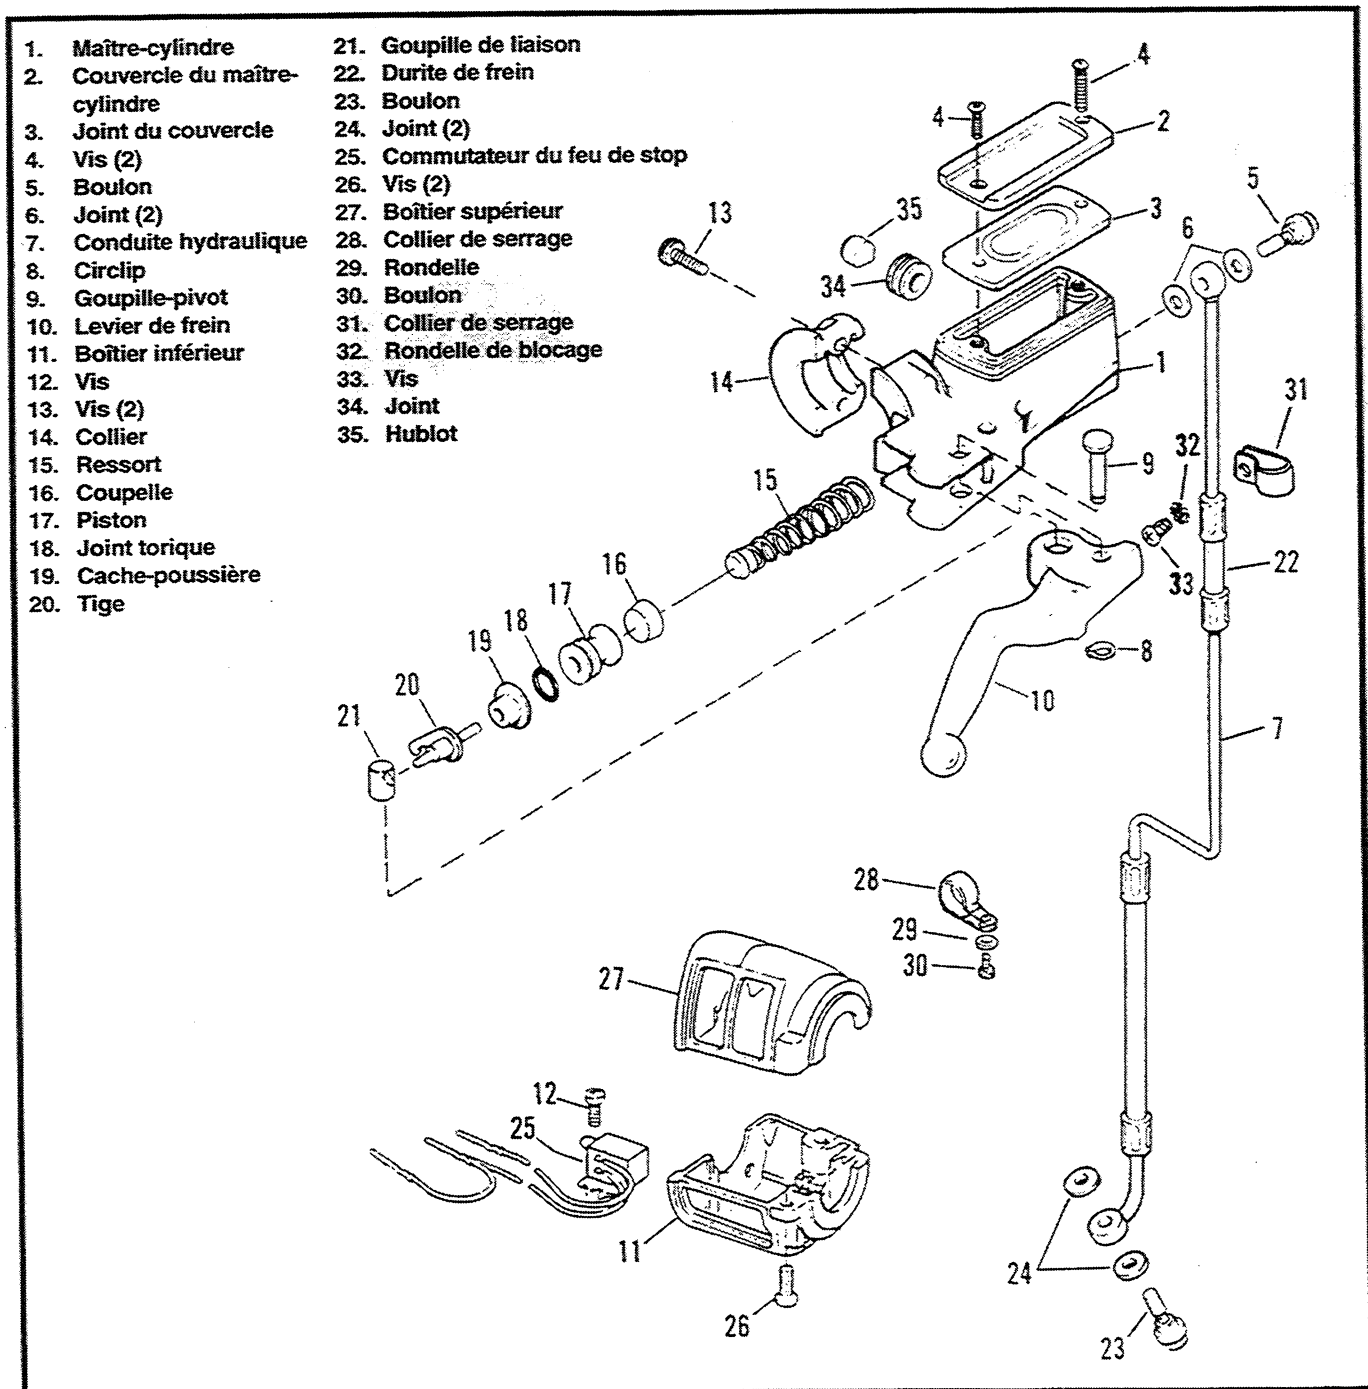

Figure 2-29. Maître-cylindre hydraulique du frein avant
(Figure 2-29)
NETTOYAGE, VERIFICATIONS ET REPARATION (Figure 2-29)
- Voir Figure 2-29. Installez le ressort (15), la coupelle (16), le piston et le joint torique (17 et 18), le cache-poussière (19), la tige (20), et le commutateur du feu de stop (25).
- Appliquez une fine couche de Loctite ANTI-GRIPPANTE sur la goupille de liaison (21) puis introduisez-la dans le gros trou du levier de frein (10). En vous assurant que la tige (20) est bien ajustée dans le trou de la goupille de liaison (21), remontez le levier de frein sur le maître-cylindre (1); fixez-le avec le pivot (9) et le circlip (8). Vérifiez le bon fonctionnement du levier de frein avant.
- Voir Figure 2-29. Montez le maître-cylindre sur le guidon avec le collier de serrage (14) et les vis (13). Assurez-vous que le maître-cylindre est bien contre le boîtier des commutateurs. Serrez les vis à 70- 80 po-livre (7,9-9,0 N.m).